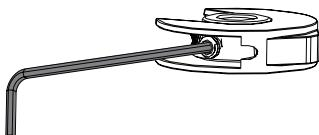
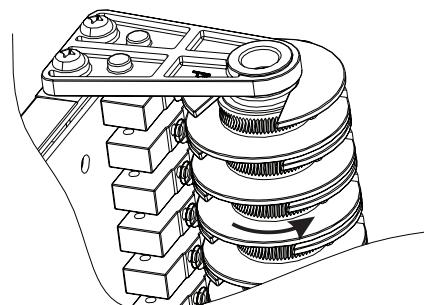
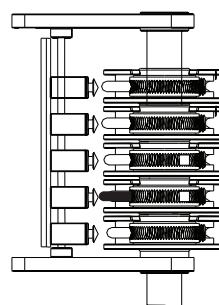

Рис. 1
Рис. 2
Рис. 3
- Ослабьте винты грубой настройки красных кулаков (рис. 1), затем поверните их против часовой стрелки (рис. 2) так, чтобы микропереключатели были нажаты (рис. 3), затем затяните винты.